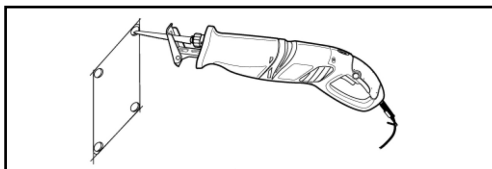

РИС. 13
■ Вставьте полотно (12), зафиксированное в инструменте в отверстие и убедитесь, что полотно не касается детали.
■ Включите инструмент, дождитесь разгона полотна до полной скорости перед тем, как продвигать его по линии разреза (Рис. 13).